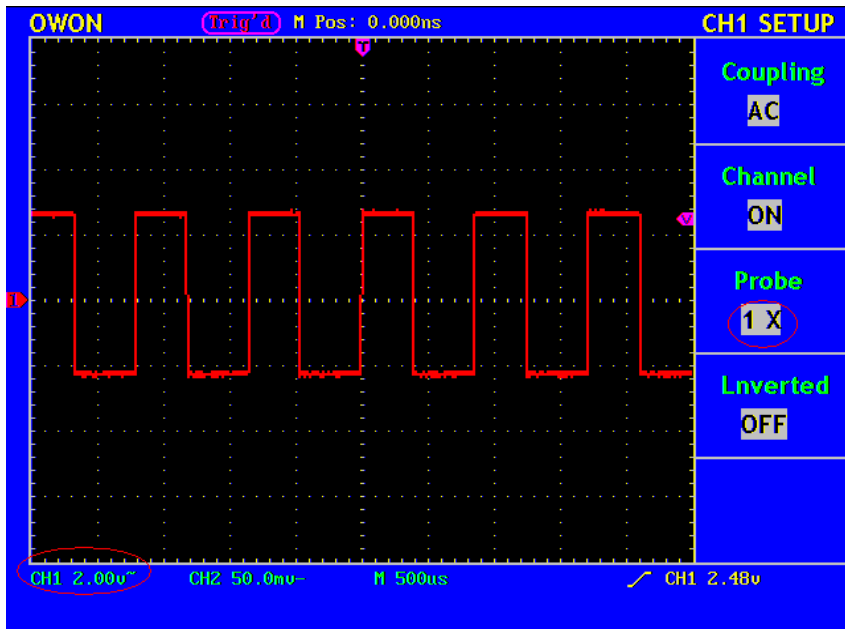

Рисунок 5.14.1. Установка коэффициента ослабления пробника
- Нажмите на кнопку F3 «Probe» и установите коэффициент ослабления пробника «1X», как это показано на рис. 5.14.1.